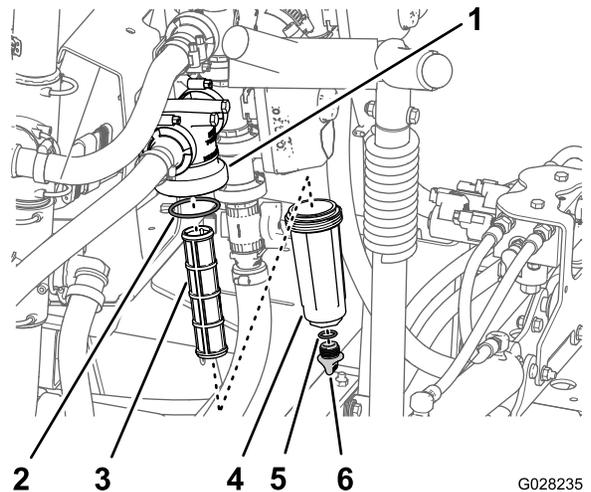

図 103
2. 圧力フィルタの下に受け容器をおく **図 103**。
3. 圧力フィッティングのドレンプラグを左に回して外す **図 103**。
- ボウルを左に回してフィルタヘッドから外す 図 103。
- 古い圧力フィルタエレメントを外す 図 103。
- ドレンプラグの Oリングボウルの内側とボウルの Oリングフィルタヘッドの内側に傷や破損がないか点検する 図 103。
- 新しい圧力フィルタエレメントをフィルタヘッドに取り付ける 図 103。
- フィルタヘッドにボウルを取り付けて手締めする 図 103。
- ボウルにプラグを取り付けて手締めする 図 103。